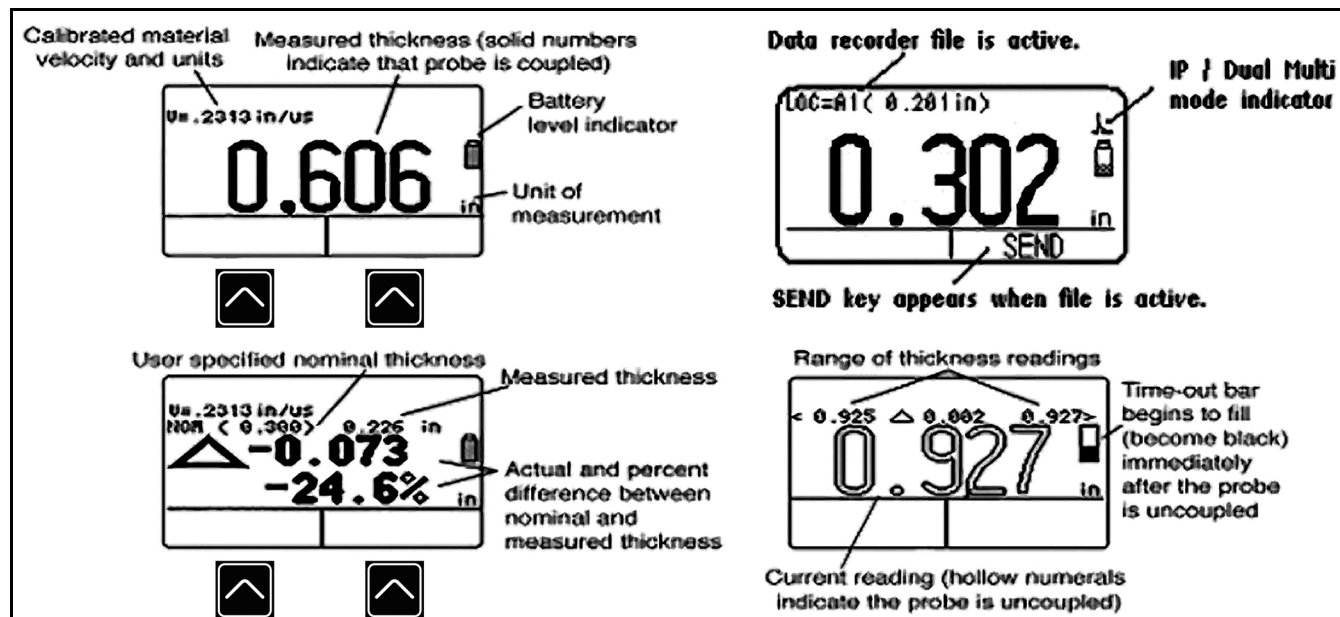

Figura 3: Modo de Pantalla de Medición
- **Modo de Pantalla de Medición** – Muestra los valores medidos de espesor de pared, los iconos de estado, la ubicación y nombre de archivo del grabador de datos (cuando está opción está instalada y activada). *Figura 3 en la página 10* muestra cuatro pantallas de visualización representativas. La apariencia de la pantalla varía en función de las opciones del aparato instaladas así como de las configuraciones de pantalla. Cuando están instaladas las opciones Dual Multi o Grabador de Datos, hay modos de vista de medición adicionales.